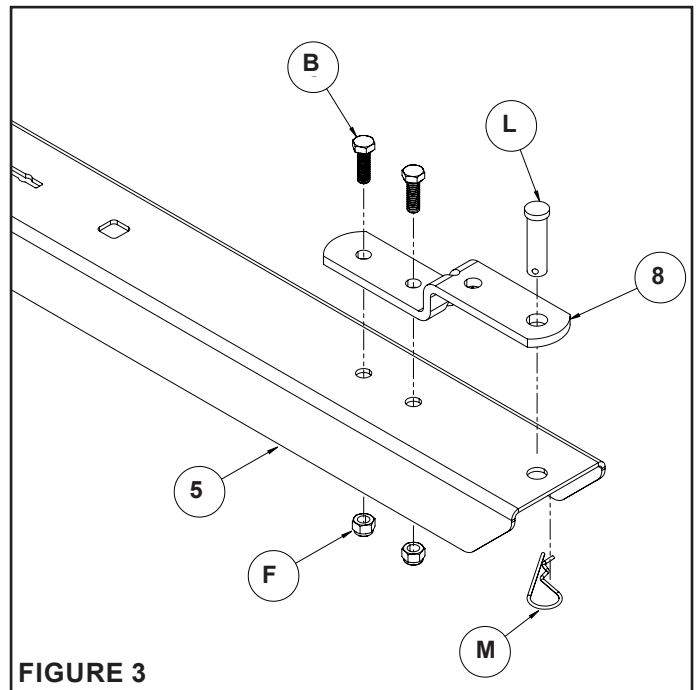

FIGURE 3
ÉTAPE 3 : (VOIR FIGURE 3)
- Fixez le support d'attelage (8) au timon pivotant (5) à l'aide de deux boulons hexagonaux 5/16 po x 3/4 po (B) et d'écrous autobloquants 5/16 po (F).
- Installez l'axe de chape 1/2 po x 1-33/64 po (L) à travers le support d'attelage (8) et le timon pivotant (5).
- Fixez l'axe de chape (L) à l'aide d'une goupille bêta 3/32 po x 2-5/16 po (M).